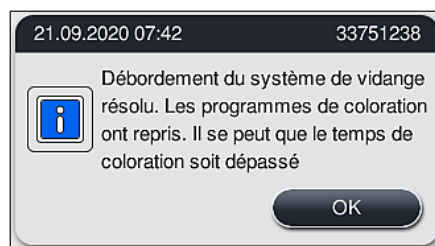

Fig. 121
- ✓ Si l'eau bloquée s'écoule, un autre message à l'écran (→ "Fig. 121") informe l'utilisateur que les programmes de coloration peuvent être poursuivis. Appuyer sur **Ok** (→ "Fig. 121") pour continuer.
1. Si les nouvelles tentatives de nettoyage aboutissent et que l'obstruction a pu être éliminée, le niveau d'eau tombe en deçà du niveau critique. Un message à l'écran (→ "Fig. 121") informe l'utilisateur que les programmes de coloration peuvent être poursuivis. Appuyer sur **Ok** (→ "Fig. 121") pour continuer. L'aptitude au démarrage des programmes est affichée et les programmes en cours de traitement se poursuivent automatiquement.